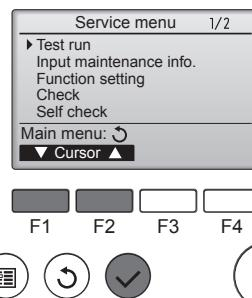

Fig. 7-1
- ① Velg "Test run" (Testkjøring) fra Service-menyen, og trykk på [VELG]-knappen. (Fig. 7-1)